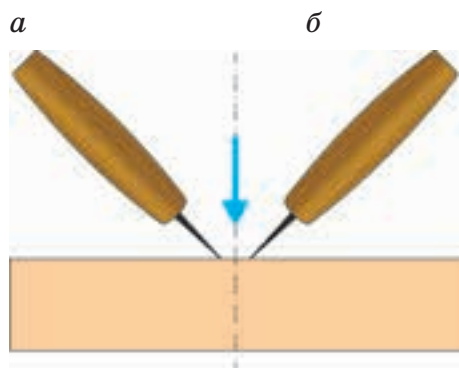

Рис. 84. Наклон ножа-косяка: а — надрезание; б — подрезание
**Приёмы выполнения контурной резьбы.** Ножом-косяком работают так: сначала выполняют надрезание, а затем подрезание. При выполнении надрезания нож под наклоном вводят в древесину и с усилием ведут по линии рисунка (рис. 84, а), а при выполнении подрезания нож наклоняют в противоположную сторону (рис. 84, б).